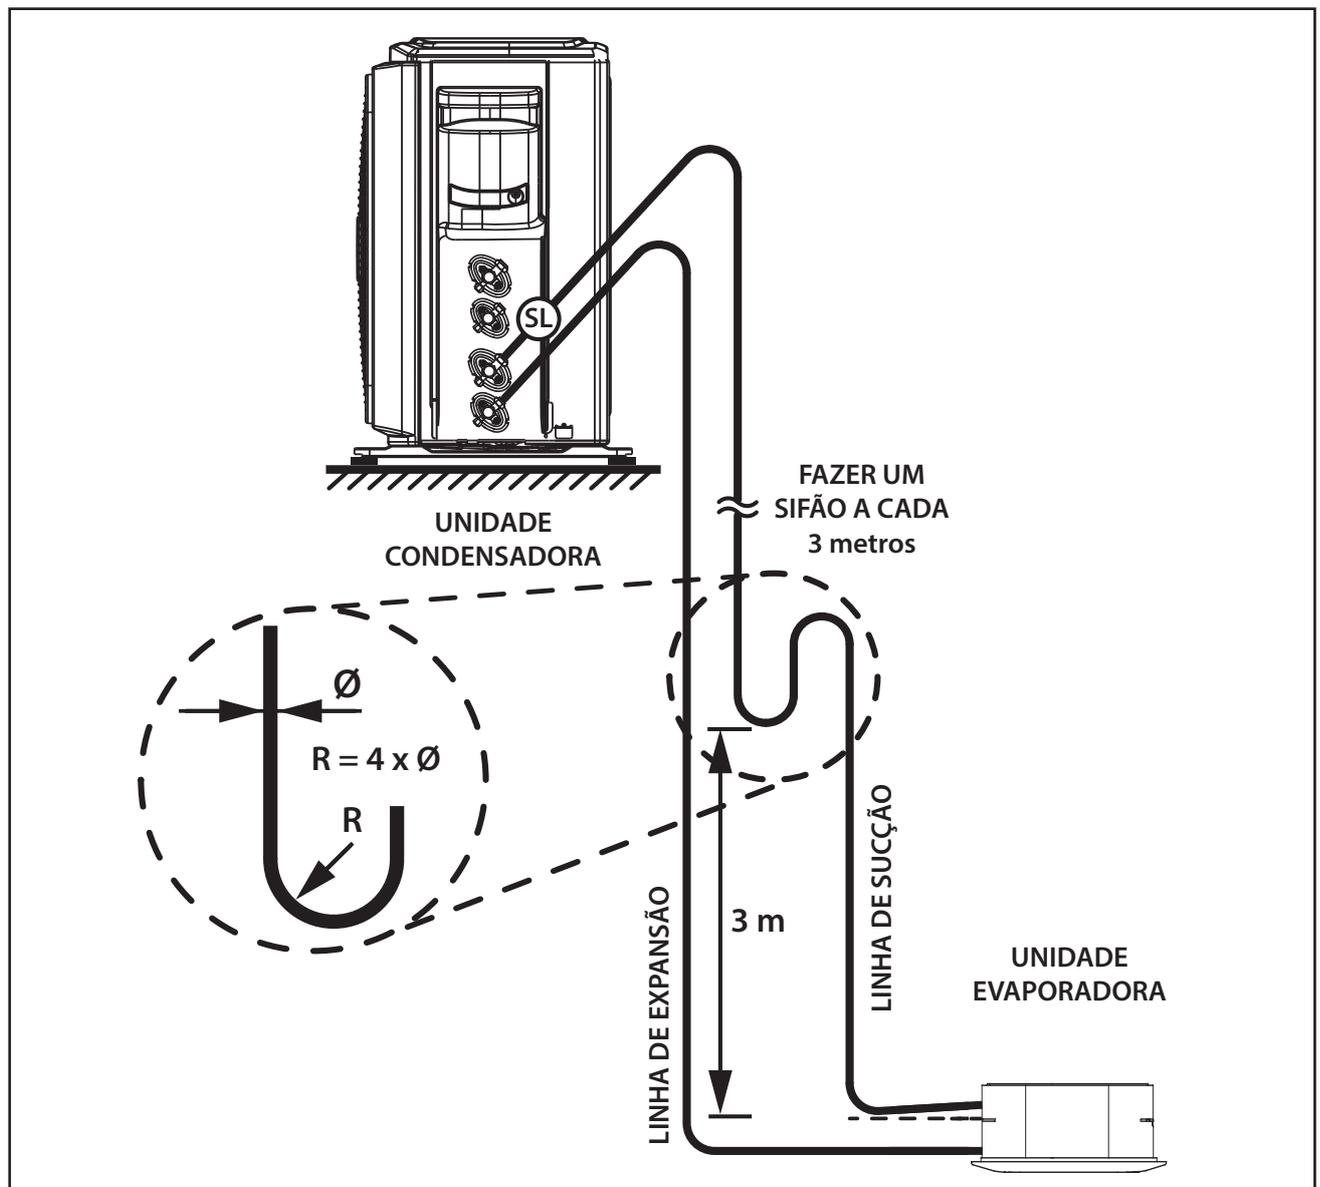

FIG. 26 - LINHAS DE INTERLIGAÇÃO
- Quando a unidade condensadora estiver em um nível superior ao da unidade evaporadora, fazer sifões nas subidas da linha de sucção a **cada 3,0 metros**; considerando desde a saída da evaporadora (Fig. 26).
- Inclinær as linhas horizontais de sucção no sentido do fluxo. (ver Fig. 26).